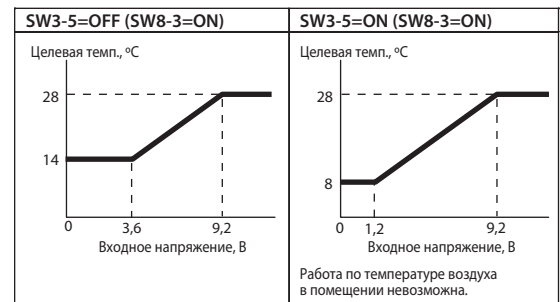

Рис. 4. Зависимость целевой температуры от управляющего сигнала
- Целевая температура воздуха задается с помощью внешнего аналогового сигнала 0~10 В, если DIP-переключатель SW8-2 установлен в положение ON. Предусмотрено 2 типа зависимости целевой температуры от напряжения управляющего сигнала: тип А и тип В (см. рис. 4).